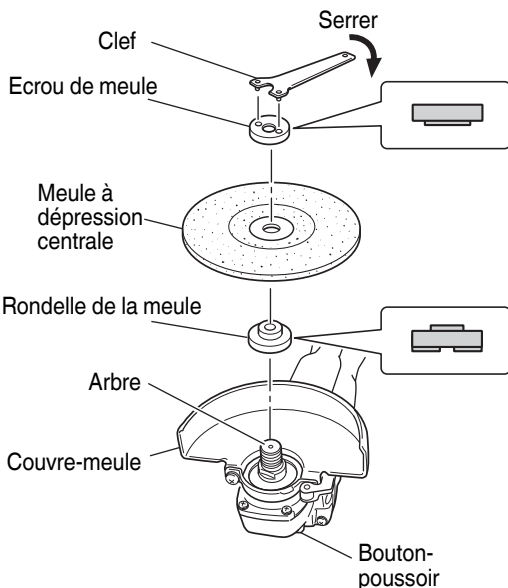

Fig. 9
- (1) Mettre la meuleuse à l'envers de façon que l'arbre soit dirigé vers le haut.
- (2) Aligner l'entaille de forme ovale de la rondelle de meule avec l'encoche de l'arbre, puis les attacher.
- (3) Positionner la protubérance de la meule à dépression centrale sur la rondelle de meule.
- (4) Visser l'écrou de meule sur l'arbre.
- (5) Tout en poussant sur la bouton-poussoir avec une main, verrouiller l'arbre en tournant doucement la meule à dépression centrale avec l'autre main. Serrer l'écrou de meule en utilisant la clef fournie comme montré sur la Fig. 9.